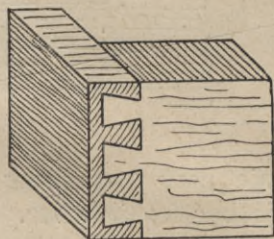

Fig. 122.
b) **Zazębienie kryte** (Gedeckte Zinken) (Fig. 122.) Zęby widać tylko po jednej stronie, dla tego wiązania używa się do robót delikatniejszych, więc szufladek, szkatulek i t. d. Zęby zajmują  $\frac{2}{3}$  do  $\frac{3}{4}$  części jednej sztuki drzewa. Przy szufladach używa się połączenia tego dla spojenia ściany przedniej z bocznymi, by z przodu nie widać było zazębienia.